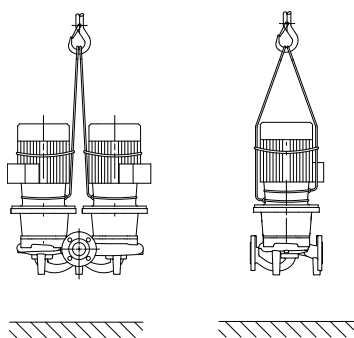

fig. 6: Transport av pumpen
- Lyftöglorna på motorn är endast till för att rikta lasten (fig. 6).